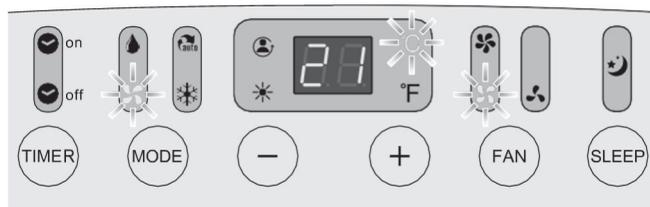

Bild 18: Ventilation mit mittlerer Ventilatorstufe. Die Raumtemperatur beträgt 21 °C.
3. Drücken Sie die Taste „Betriebsart“ (MODE) so oft, bis im Symbol „Betriebsart“ das Flügelrad leuchtet (siehe Bild 18).